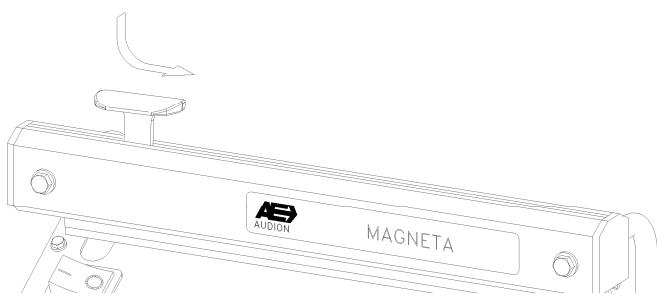

Fig. 1
5. O "plástico" pode ser cortado fazendo deslizar a lâmina de corte ao longo do "braço" da máquina enquanto este está sendo pressionado para baixo (Fig. 1).
5. Overskæring af folien sker ved at trykke knivholderen ned og føre denne på tværs af kæben under svejse- og køletiden. (fig. 1).
5. Vid avskärning: Pressa ned knivhållaren och för knivsläden snabbt över folien under tiden armen är i nedpressat läge (fig. 1).
5. Folien kan kuttes ved å trykke den røde knivholderen på sveisearmen ned og samtidig skyve den til den andre siden av armen, mens denne er nede (fig.1).